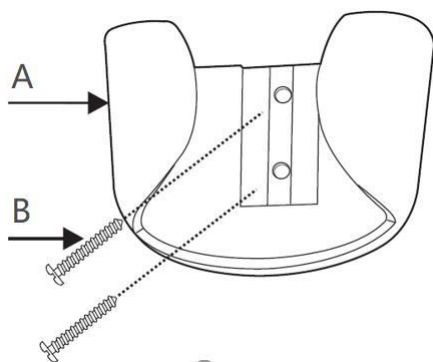

Fig. 12
**INSTALACIÓN DEL SUJETADOR DEL CONTROL REMOTO (Fig. 12)**